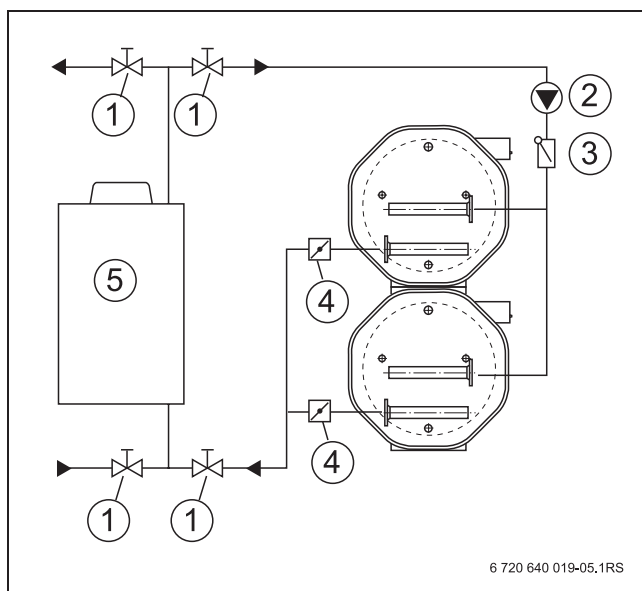

Рис. 7 Гидравлическая схема подключения двух водонагревателей
- Несколько водонагревателей соединяются как для горячей воды, так и для греющей воды параллельно по схеме Тихельманна (→ рис. 7).